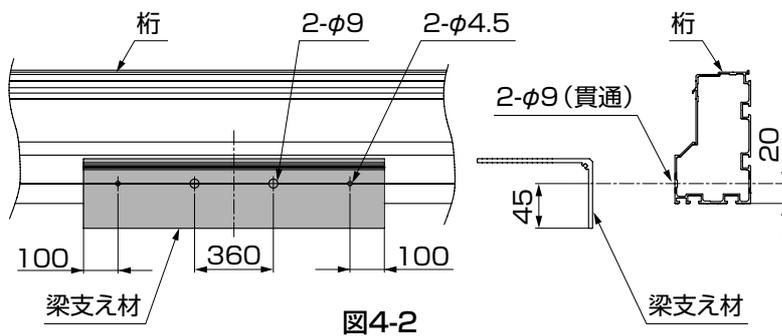

図4-2
②スタイルコート本体の桁と梁支え材の位置を出し、φ9、φ4.5の孔を現場加工してください。(図4-2参照)